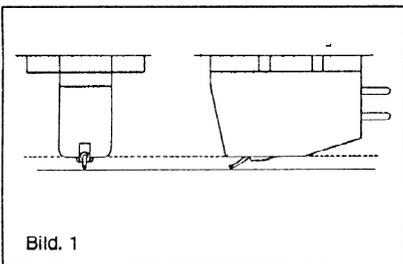

Bild. 1
**(1) Montage.** Den Nadelschutz nicht abnehmen, damit die Abtastnadel beim Einbau nicht beschädigt wird. Der Einbau vereinfacht sich, wenn Sie die Verdrahtung vor der Montage im Headshell anschließen. Dieser Tonabnehmer ist mit einem Bohrungsabstand von 12,7 mm versehen. Der Tonabnehmer ist mit den mitgelieferten Schrauben starr am Tonarmkopf zu befestigen. Die Schrauben festziehen, aber nicht überdrehen. Den Tonabnehmer so montieren, daß seine obere Fläche, von vorn und von der Seite gesehen, parallel zur Schallplatte steht (siehe Bild 1). Erleichtern Sie sich das Ausrichten, indem Sie einen kleinen Taschenspiegel auf den Plattenteller legen und die Abtastnadel auf den Spiegel aufsetzen. Nun am Tonarm und Tonarmkopf die notwendigen Justierungen so vornehmen, daß der Tonabnehmer parallel und nicht schräg zur Schallplatte steht.